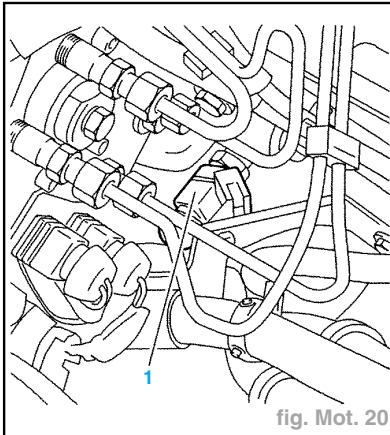

fig. Mot. 20
- Déconnecter le manocontact (1) (fig. Mot. 20).